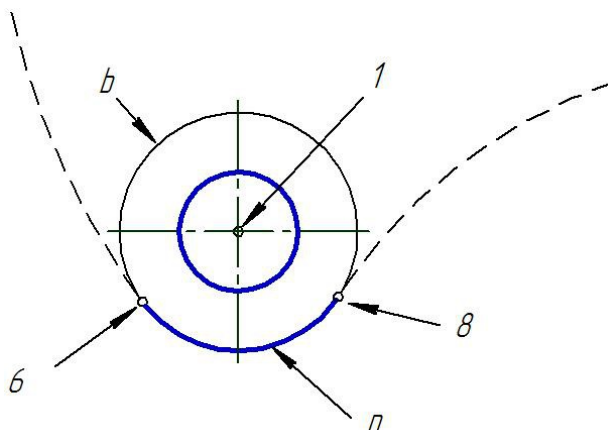

Рис. 1.39. Обводка контура с помощью команд редактирования объекта
- ✓ Рассмотреть два способа обводки контура детали. Способ 1 – обводка по элементам (рис. 1.39 – 1.42). Способ 2 – использование команды «Собрать контур» (рис. 1.43).
2. Разбейте окружность *b* на два участка (рис. 1.39).